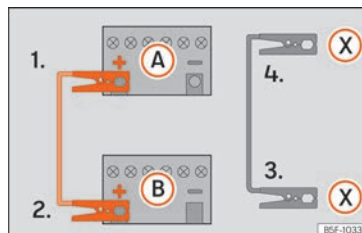

Fig. 79 Esquema de conexión para vehículos con sistema Start-Stop.
- 4b. En los vehículos con sistema Start-Stop: emborne un extremo del cable negro de emergencia (X) a un terminal de masa adecuado, a una pieza de metal maciza que vaya atornillada al bloque motor o al mismo bloque motor » fig. 79.
5. Emborne el otro extremo del cable negro de emergencia (X), en el vehículo con la batería descargada, a una pieza de metal maciza que vaya atornillada al bloque motor o al mismo bloque motor pero lo más alejado posible de la batería (A).